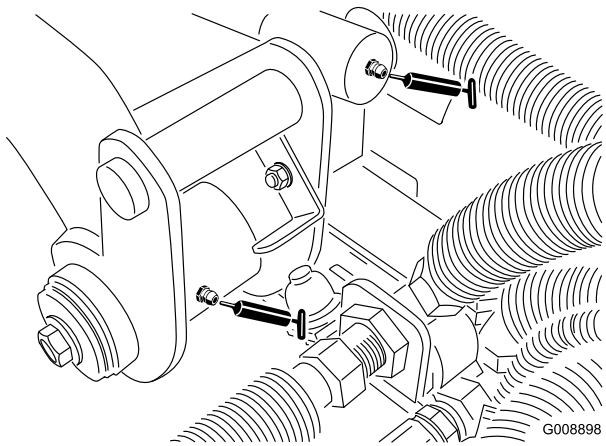

Figure 38
- 2 pivots de bras de levage arrière et vérin de levage (Figure 38)